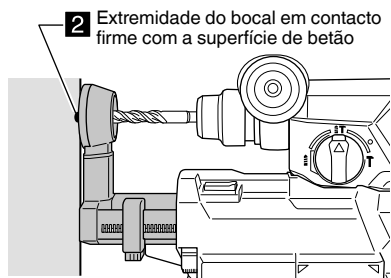

Fig. 11
- (2) Solte o bocal e permita que este efetue um contacto firme com a superfície do betão. (Fig. 11)